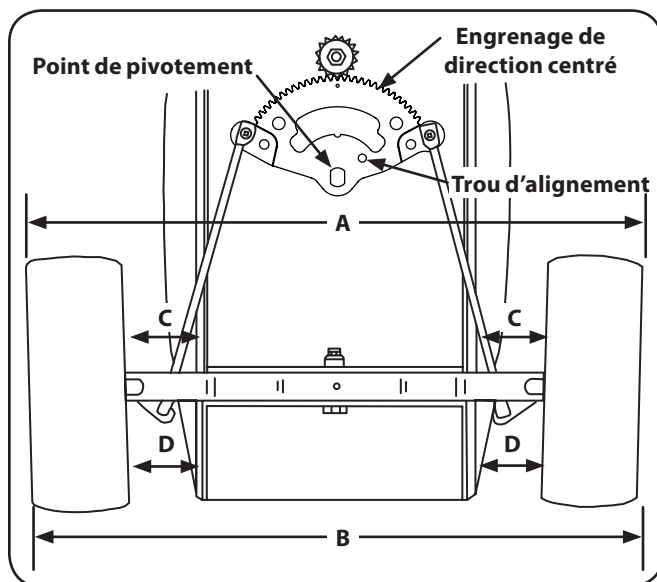

Figure 6-6
Le pincement des roues avant, c'est-à-dire la différence entre les mesures A et B, doit être entre $\frac{1}{8}$ " et $\frac{1}{4}$ ". Voir Figure 6-6.
1. Vérifiez que l'engrenage de direction est centré. Le trou dans l'engrenage de direction doit s'aligner avec le trou dans le boîtier de direction. Voir Figure 6-6.
3. Mesurez la distance entre le bord inférieur du châssis et la jante à l'avant de chaque roue (mesures D). Voir Figure 6-6. Les deux mesures doivent être égales.
4. Mesurez la distance entre le bord inférieur du châssis et la jante à l'arrière de chaque roue avant (mesures C). Voir Figure 6-6. La mesure D doit être de $\frac{1}{16}$ " à $\frac{1}{8}$ " inférieure à la mesure C de chaque côté du tracteur.